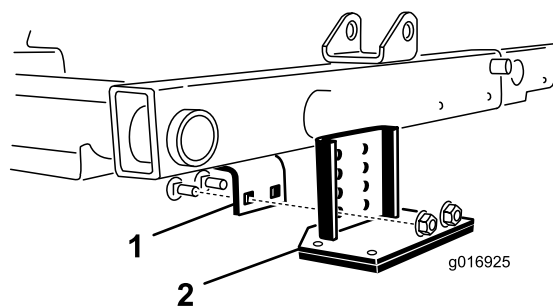

Рисунок 38
4. Опустите режущие блоки и установите кронштейн опрокидывателя на раму с помощью 2 каретных болтов и 2 гаек, поставляемых вместе с комплектом (Рисунок 38).
2. Найдите кронштейн рамы над центральным режущим блоком (Рисунок 38).
3. Нажимая передний валик центрального режущего блока вниз, определите, какие отверстия кронштейна опрокидывателя совпадают с отверстиями кронштейна рамы и обеспечивают такой же контакт валика при установленном кронштейне опрокидывателя (Рисунок 38).